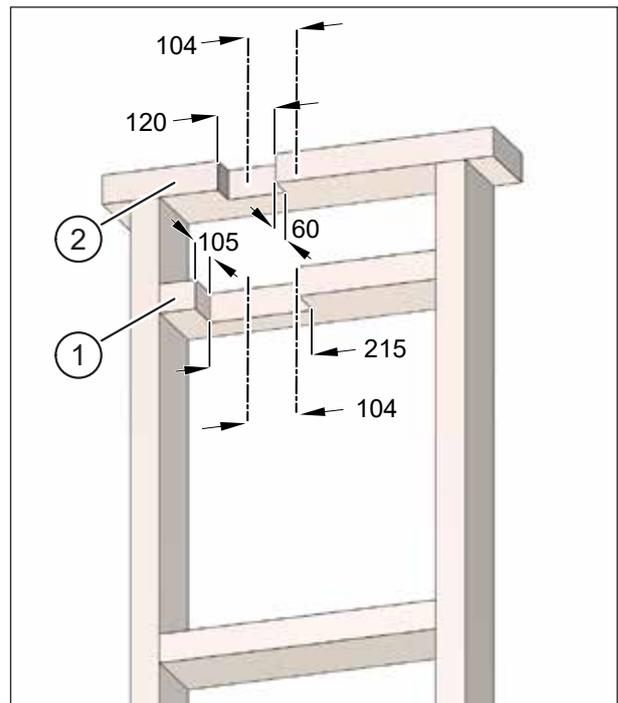

Abb. 12: Nuten für Flachkanäle bzw. Flexrohre sägen, Maße in Millimeter
- ▶ Sägen Sie in den oberen Riegel (Pos. 1 in Abb. 12) eine Nut für den abluftseitigen Kanalanschlussadapter mit einer Breite von 215 mm und einer Tiefe von 105 mm.
- ▶ Sägen Sie in den Deckenbalken (Pos. 2 in Abb. 12) eine Nut für den Abluftkanal mit einer Breite von 120 mm und einer Tiefe von 60 mm.